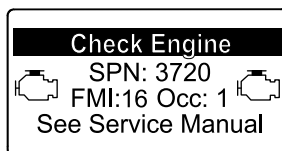

Bild 55
- Motorwarnung SPN 3720, FMI 16 (Bild 55)